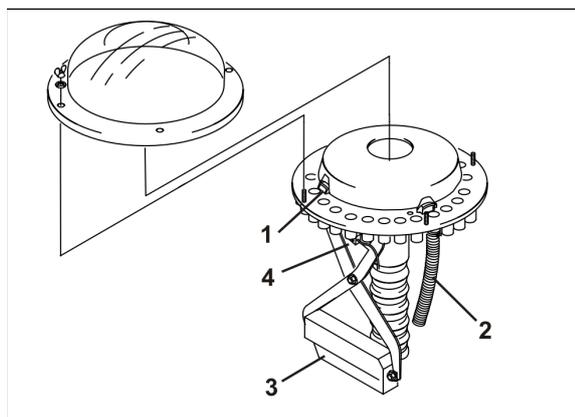

Fig. 49
- sperrt die Fahrgassenschaltung am Verteilerkopf über Schieber (Fig. 49/1) die Saatgut-Zuteilung zu den Saatgutleitungen (Fig. 49/2) der Fahrgassenschare
Die Saatgutzufuhr zu den Fahrgassenscharen wird unterbrochen, sobald der Elektromotor (Fig. 49/3) die entsprechenden Saatleitungsrohre (Fig. 49/2) im Verteilerkopf verschließt.
Ein Sensor (Fig. 49/4) prüft, ob die Schieber (Fig. 49/1), die die Saatleitungsrohre (Fig. 49/2) öffnen und schließen, ordnungsgemäß arbeiten.